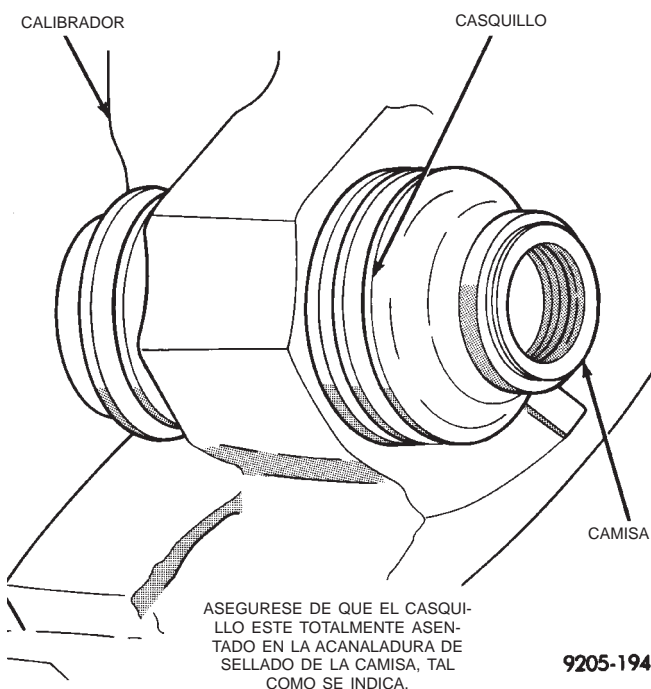

Fig. 176 Instalación correcta de la camisa y el casquillo del calibrador
(7) Sostenga la camisa en su lugar y coloque el otro extremo del casquillo sobre el extremo de la camisa y en la acanaladura de sellado en la camisa (Fig. 176). Asegúrese de que el otro extremo del casquillo no se haya salido de la acanaladura de sellado en la camisa.